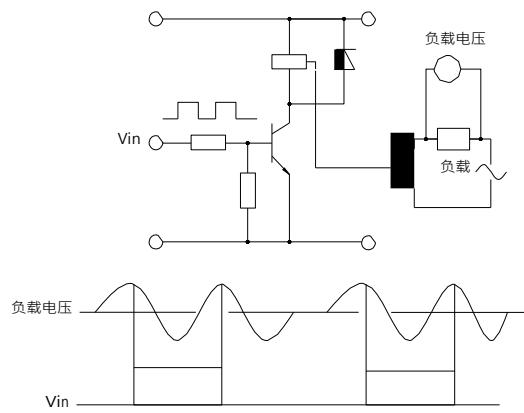

图 2
1.2.3 关于触点动作与交流负载相位同步的问题 继电器触点动作与所切换负载的交流电流相位同步时，如果触点总是在负载电压较高时接通或断开，如图 2，